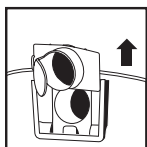

FIGURA 27
50. Retire el deflector de entrada de la guía del deflector. **NOTA:** Para poder retirar el deflector de entrada, antes hay que extraer la manguera. **FIGURA 27.**